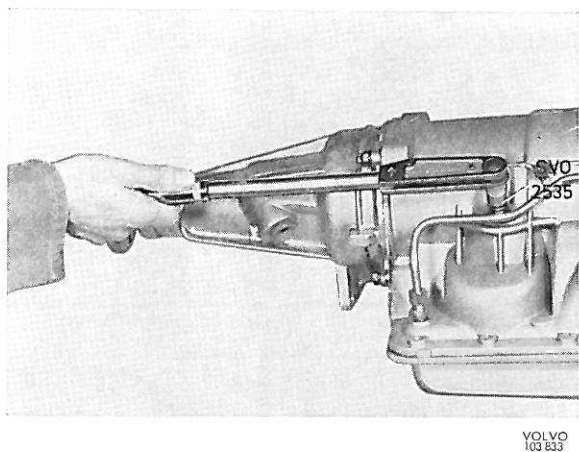

Figure 33. Réglage du ruban de frein arrière
2. Se servir de la douille spéciale SVO 2535 et adapter la clé dynamométrique à la vis de réglage, voir figure 33. Serrer la vis au couple de 1,4 m.kg. La desserrer ensuite d'un tour.